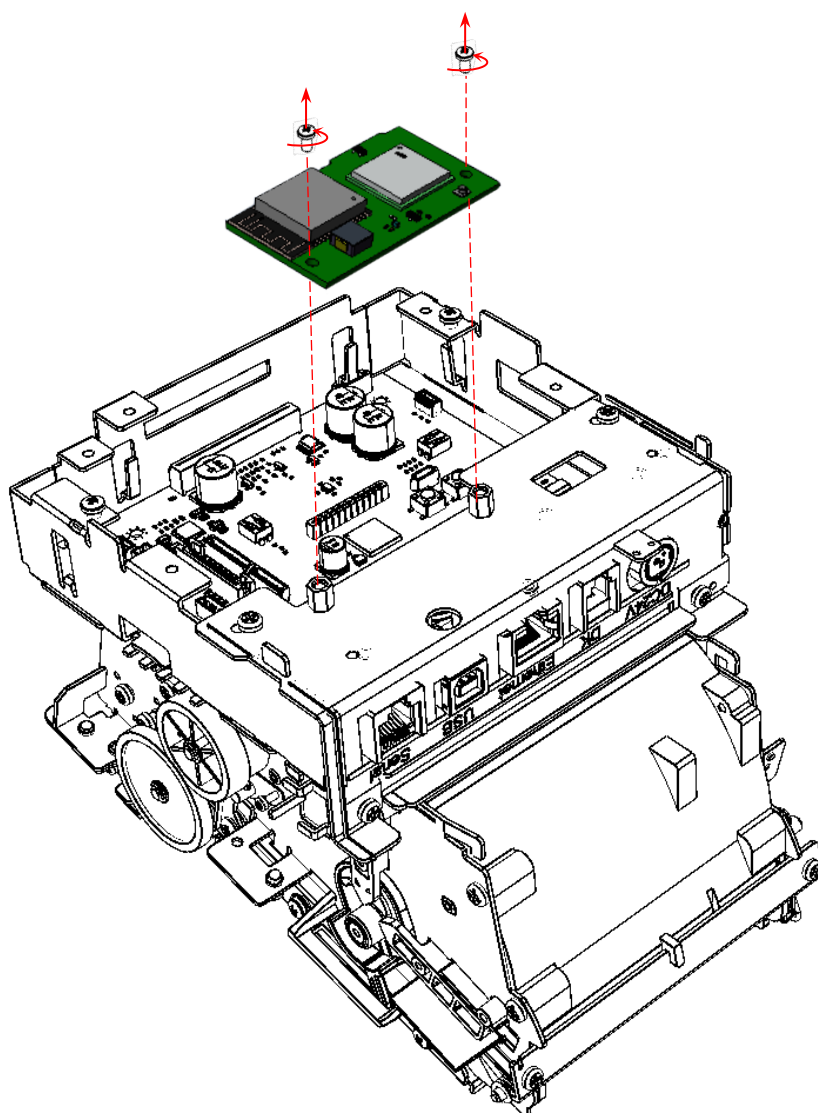

Рисунок 29. Отделение нижней части корпуса ККТ (кабели условно не показаны)
- 6** Установить новый или отремонтированный модуль коммуникации на место старого, вкрутить винты крепления (см. рисунок 29).